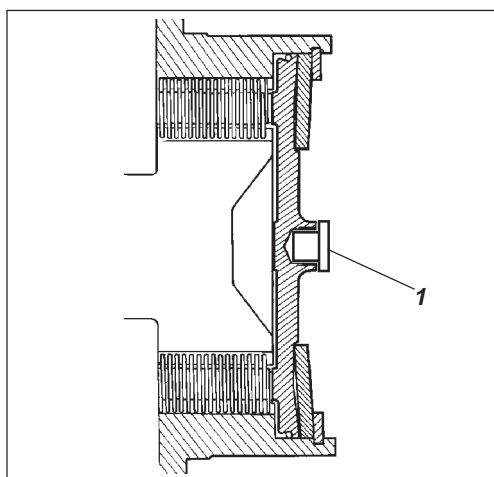

Fig. 36 Bremsehus
1. Ta bort midtpluggen (1) (fig 36) ved hjelp av en skrutrekker.
2. Skru bort bremsverktøyet (1) fra det gjengede festehullet. Deretter festes bremsverktøyet (1) i midthullet ved at skruen (2) trekkes inn til den når bunnen i hullet. Nå trekkes mutteren (3) mot bremseverktøyet til man kjenner at det stopper. Bremsen er nå frilagt.
4. Etter sleping skrues mutteren ut igjen. Bremsene går da tilbake til sin normale posisjon. Skru deretter bort bremsverktøyet og monter det i festehullet igjen. Sett midtpluggen (1) på plass igjen for å motvirke fremtidig rustdannelse i det gjengede hullet.